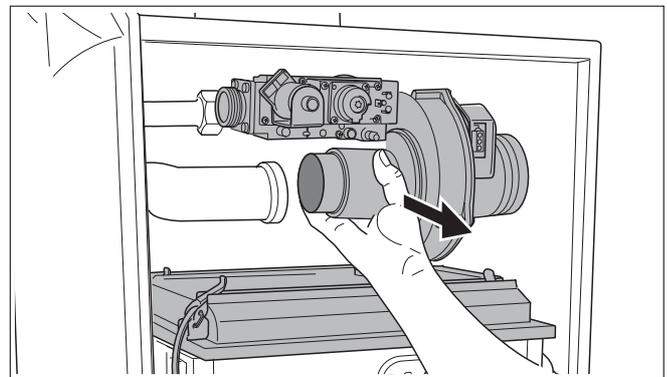

Fig. 97 Togliere il coperchio del bruciatore con il gruppo aria/gas
- Togliere il coperchio del bruciatore con il gruppo aria/gas (fig. 97).